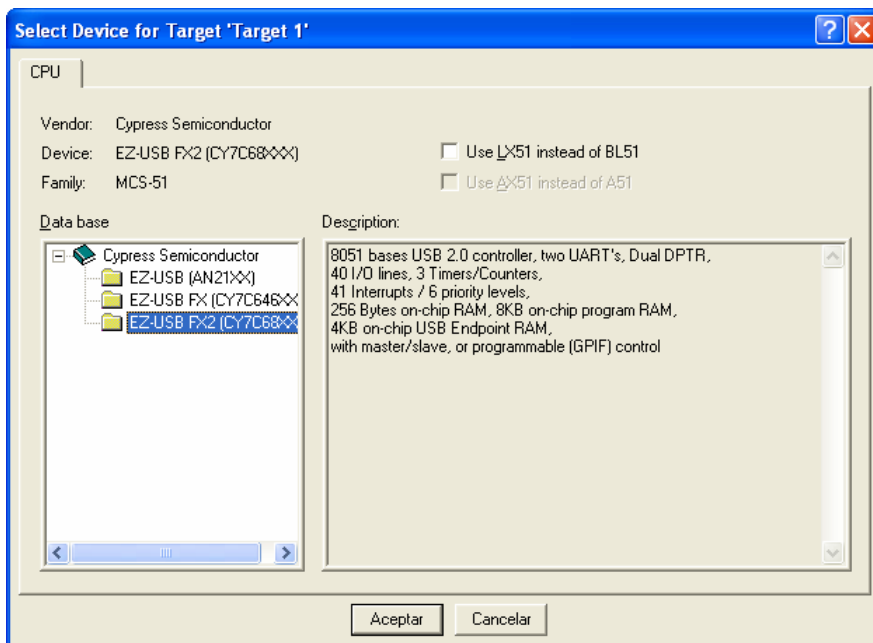

Figura 2.1
2.- En la opción **Project/Select Device for Target 'Target 1'** seleccionar el dispositivo **EZ-USB FX2** (Figura 2.1).